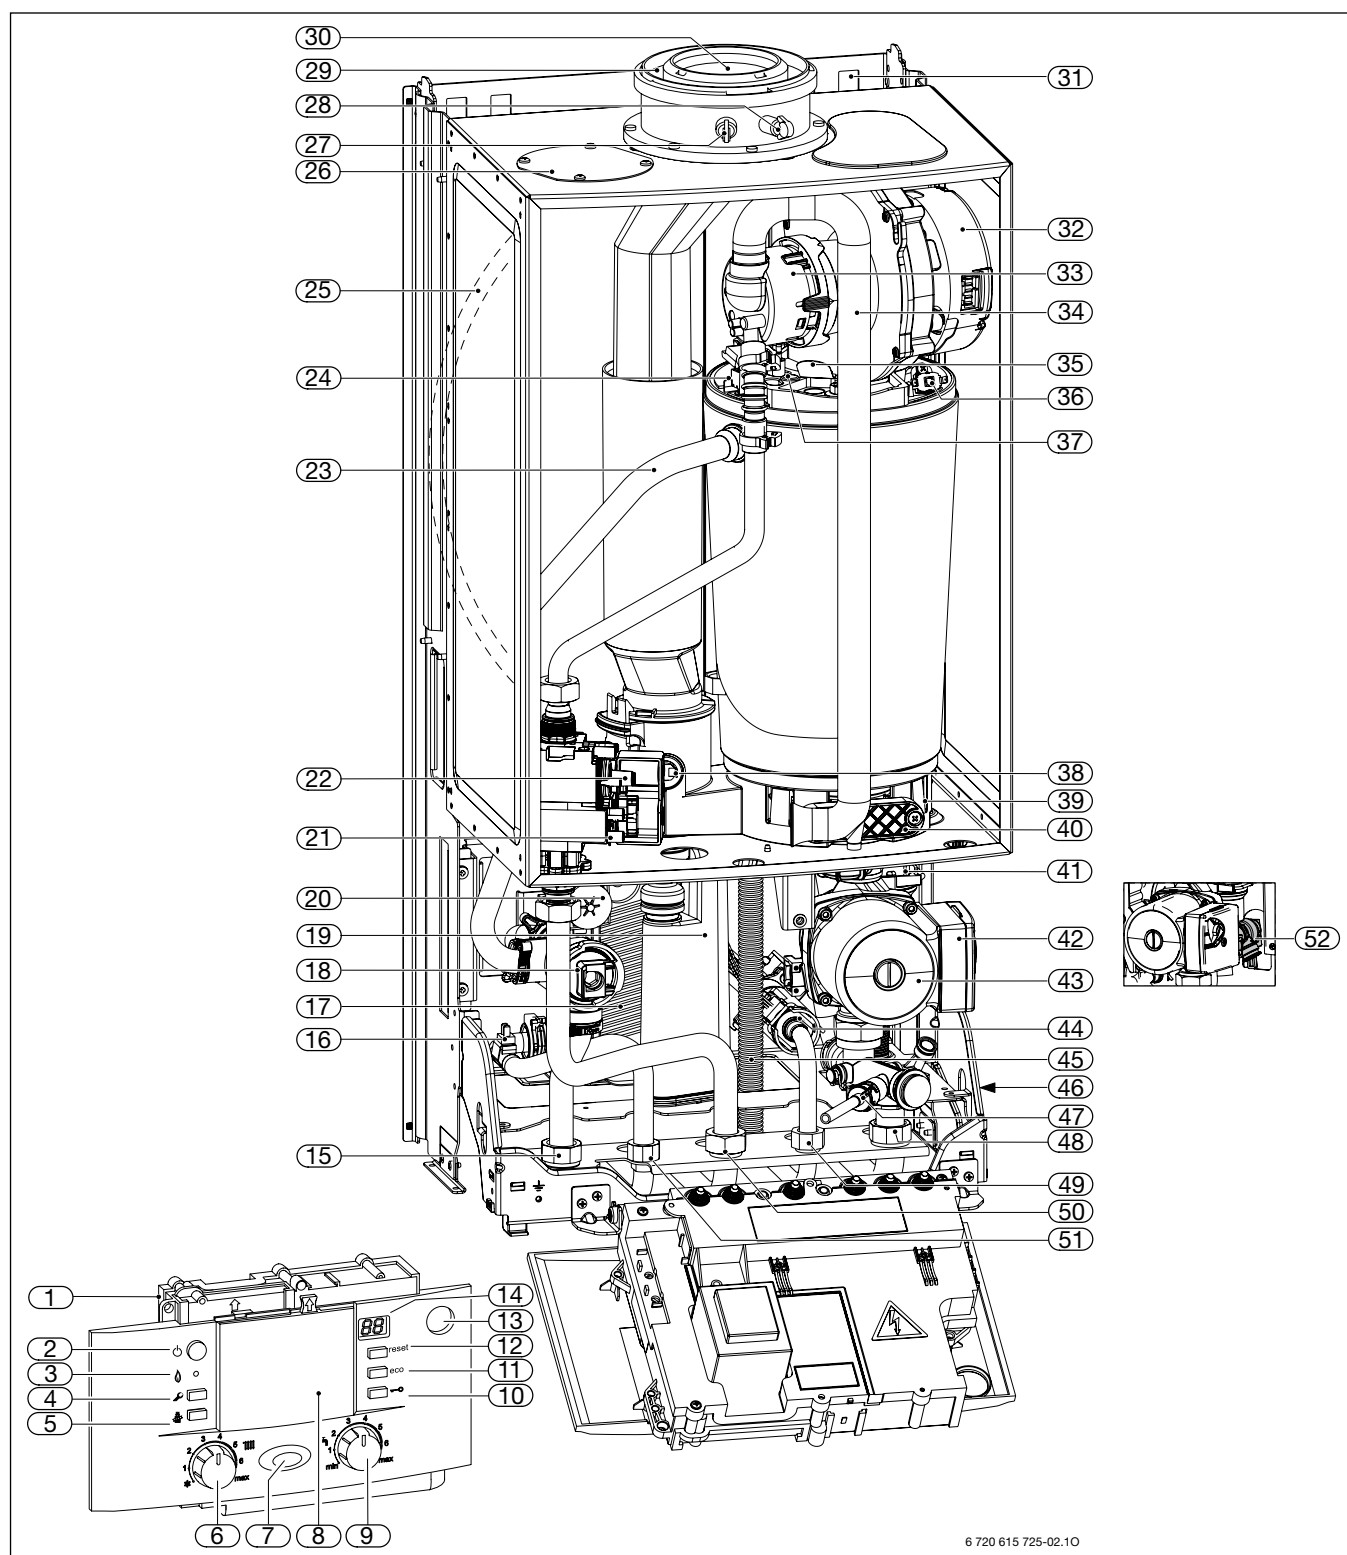

Рис. 3
Типовая пластинка (418) находится на правой стороне под подвесной рамой (→ рис. 3).